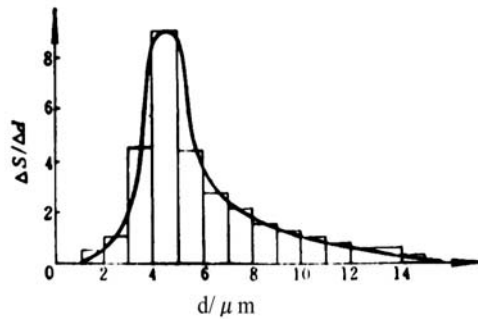

图 4 微分分布图
②微分分布曲线。以粒子直径为横坐标, 分布函数 ds / dd 为纵坐标作图为微分分布曲线。 d_1d_2 间曲线下之面积与曲线下总面积之比表示直径在 d_1 到 d_2 之间的粒子所占的相对含量。曲线峰值所处之 d 值是样品中含量最多的粒子直径值(图 4)。